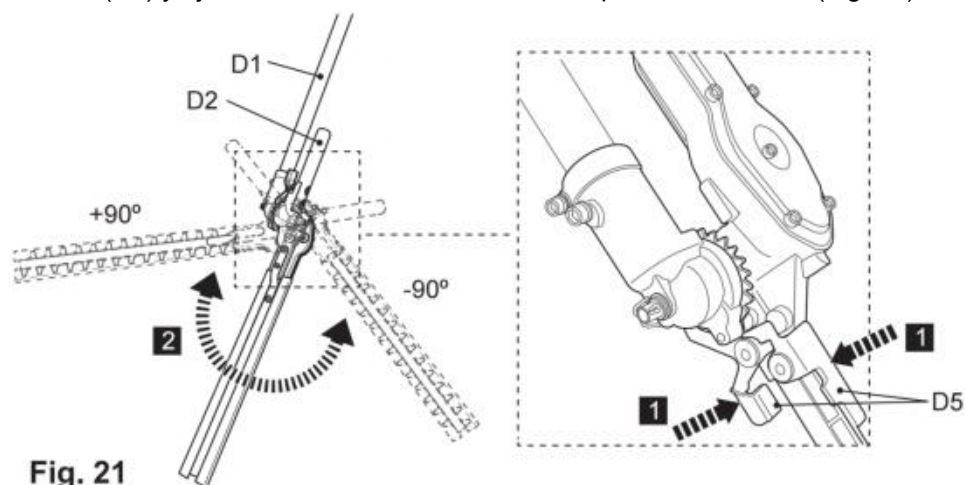

Fig. 21
5) Presione las palancas de desbloqueo (D5) para desenganchar el sistema de dientes (D6) y ajuste el cabezal de la cuchilla a la posición deseada (Fig. 21).